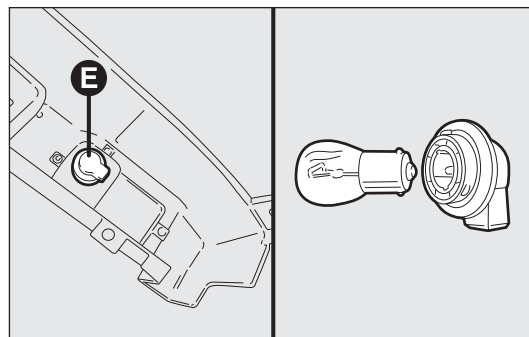

fig. 195
- Vrid lamphållaren E moturs (1/8 varv), ta ut lamphållaren med bajonettfatning genom att trycka in den och vrida moturs. Byt sedan ut den fig. 195.